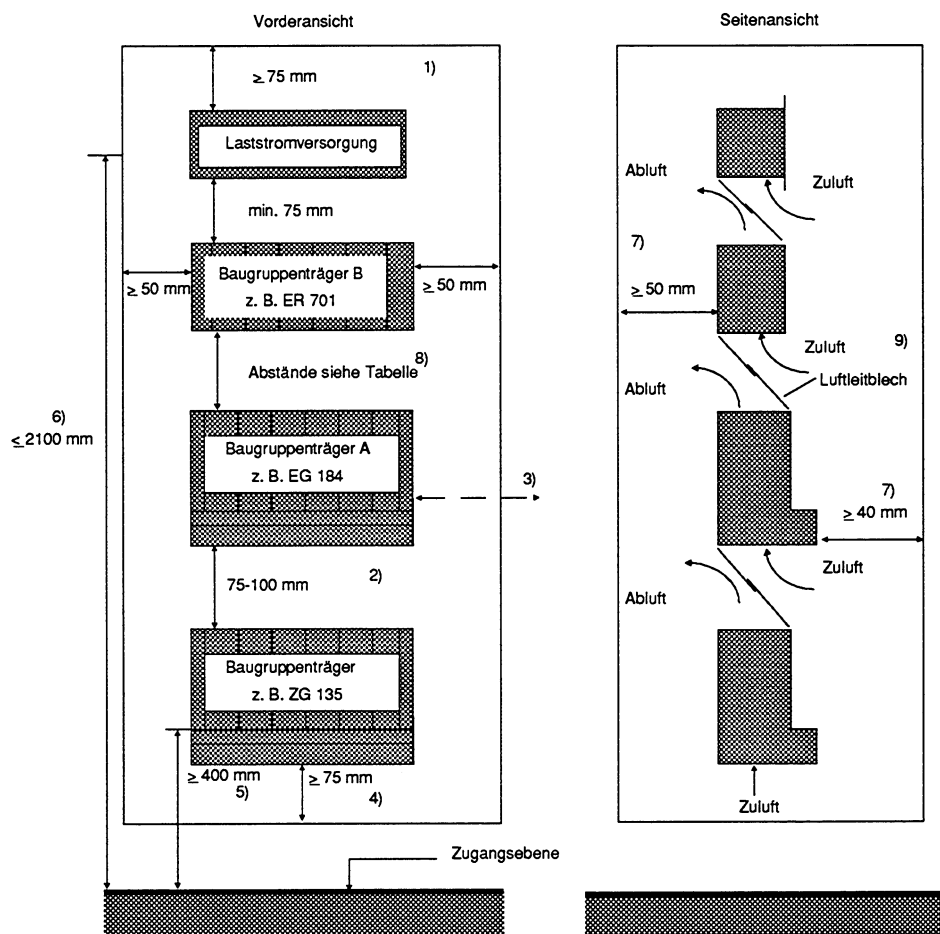

Bild 3-2 Aufbauabstände für SIMATIC-Steuerungen im Schrank
- Die Erweiterungsgeräte (EG) können mit dem jeweiligen Zentralgerät (ZG) in einem Schrank, aber auch in mehreren Schränken (zentral oder dezentral) untergebracht werden. Die Montage Maße der Baugruppenträger entnehmen Sie bitte Bild 3-2.
- Aufgrund der erforderlichen Geräteabstände und der maximal zulässigen Montagehöhe für Betätigungselemente können maximal drei SIMATIC-Geräte übereinander angeordnet werden (siehe Bild 3-2).
1) siehe Bild 3-2 Aufbauabstände für SIMATIC-Steuerungen im Schrank
Richtwerte für die zulässige Umgebungstemperatur eines Schrankes mit den Abmessungen 600 x 600 x 2200 mm in Abhängigkeit von der Verlustleistung sind Bild 3-3 zu entnehmen. Diese Werte treffen nur dann zu, wenn Sie die in Bild 3-2 angegebene Anordnung der Geräte im Schrank einhalten. Nähere Informationen entnehmen Sie bitte den Katalogen NV 21 und ET 1.